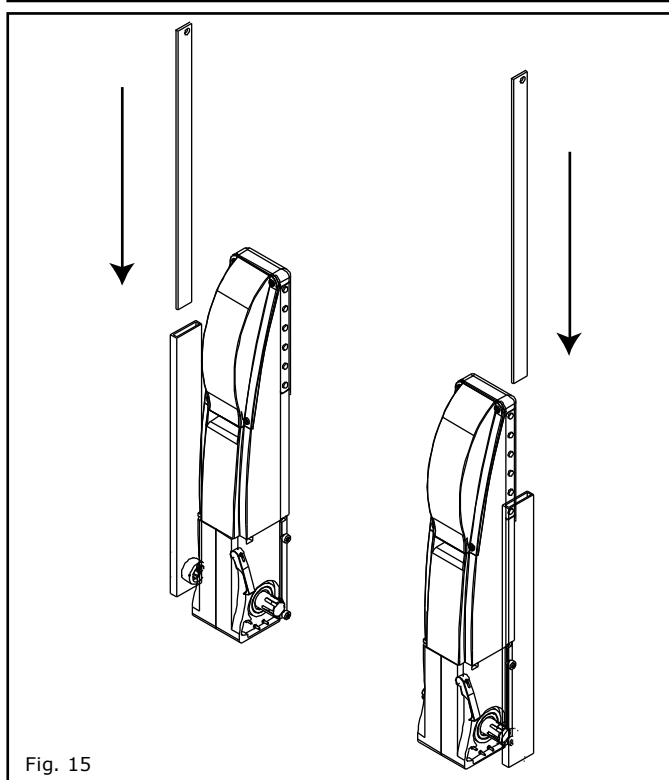

Fig. 15
- b) Inserire le staffe piatte ("spadini") 35x5 con il foro in lato nel braccio con ghiera (Fig. 15).